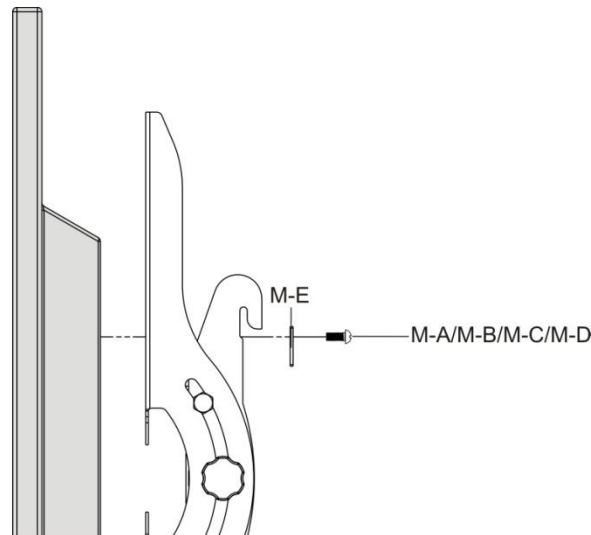

Fig. 6
- Attachez les fixations sur la partie arrière de l'écran en utilisant les vis et rondelles appropriées, comme cela est indiqué dans la Fig. 6.
- Commencez par la plus petite vis. Faites-la passer à l'intérieur de la rondelle, de la fixation et de l'écran, comme cela est indiqué dans la Fig. 6.